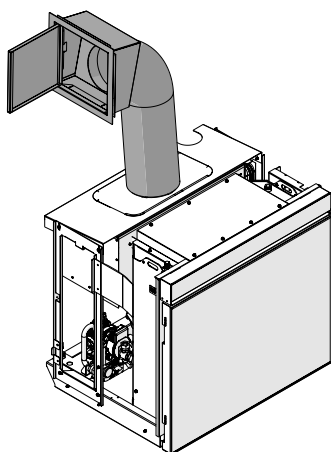

Abb. 41
- Ladesystem mit flexiblem Metallrohr und Ladetür (**Abb. 41**).